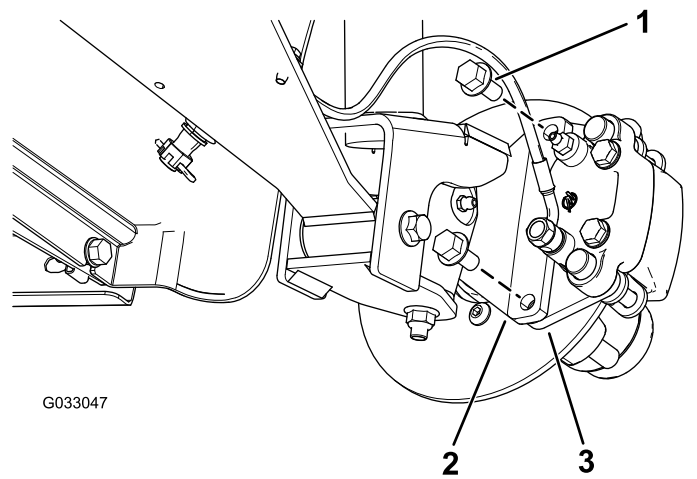
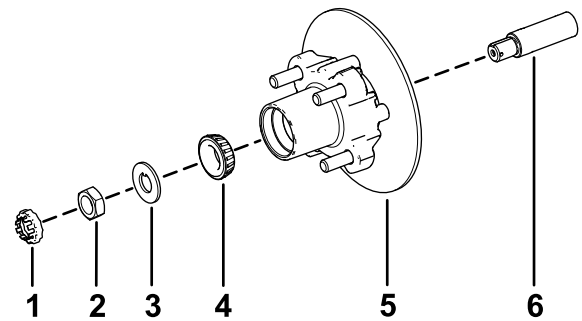

Figure 34
Figure 38
3. Retirez les boulons à embase ( $\frac{3}{8} \times \frac{3}{4}$  po) qui fixent le support du frein à la fusée et séparez le frein de la fusée (Figure 34).
1. Appliquez une fine couche de la graisse spécifiée sur la fusée (Figure 38).
2. Montez le moyeu et le disque sur la fusée, en plaçant le disque à l'intérieur (Figure 38).
3. Montez le roulement extérieur sur la fusée et poussez-le contre la bague extérieure (Figure 38).
4. Placez la rondelle à languette sur la fusée (Figure 38).
5. Vissez l'écrou de fusée sur la fusée et serrez-le à 15 N·m (11 pi-lb) tout en tournant le moyeu pour asseoir le roulement (Figure 38).
2. Placez les plaquettes de frein de chaque côté du disque (Figure 34), puis alignez les trous du support d'étrier et les trous du support de frein sur le porte-fusée (Figure 38).
3. Fixez le support d'étrier au porte-fusée (Figure 34) à l'aide des 2 boulons à embase ( $\frac{3}{8} \times \frac{3}{4}$  po).